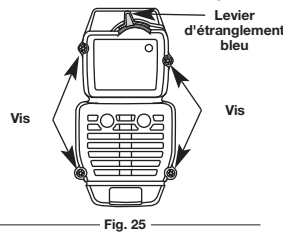

Fig. 25
1. Retirez les quatre vis retenant le couvercle (Fig. 25). Servez-vous d'un tournevis à lame plate ou à mèche T20 Torx.
2. Retirez le couvercle du moteur en poussant vers le haut et en tirant vers l'arrière sans forcer (Fig. 25).
2. Insérez les quatre vis dans les trous du couvercle (Fig. 25) et vissez. Évitez de trop serrer.